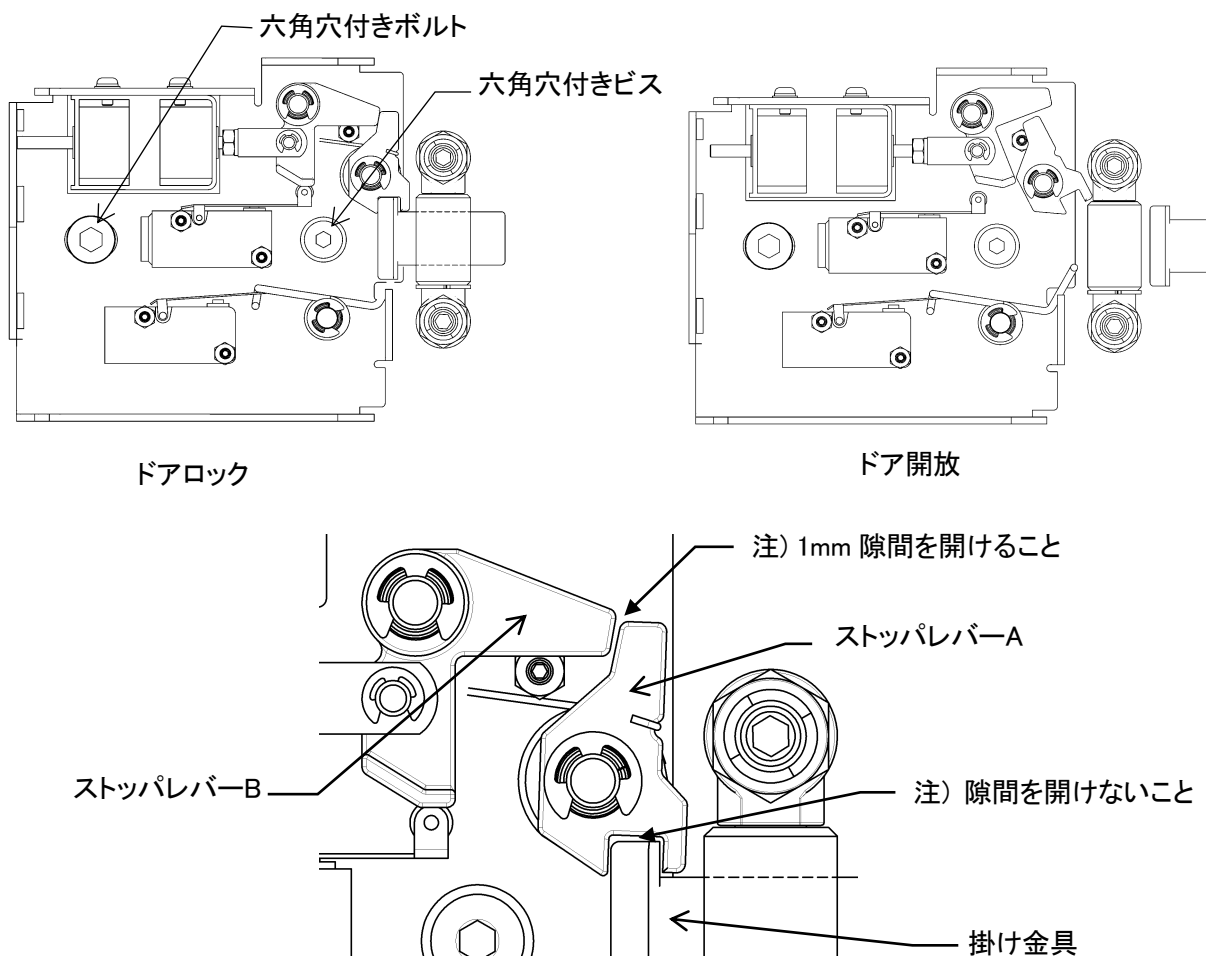

図 8-9
- ・ ドアロック及びドア開放時、図 8-9 の様になっています。
- ・ ドアロック時、ストップレバー-A、B と掛け金具が図 8-9 の様にかみ合う位置に来る様に六角穴付きボルトと六角穴付きビスを緩めドアロック部を左右にずらし調整します。